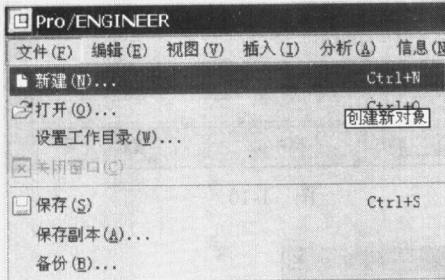
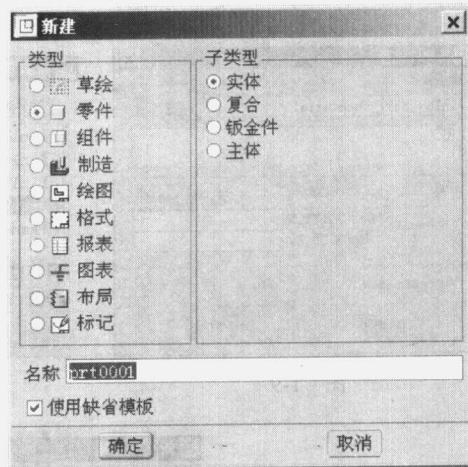

图 1-5
图 1-6
(2) 新建文件，其途径有下列 3 种方法，读者可任选一种：
- ◆ 在主窗口下单击菜单“文件 → 新建”命令（如图 1-5 所示），弹出如图 1-6 所示的“新建”对话框。
- ◆ 在主窗口下直接按 Ctrl+N 快捷键，弹出如图 1-6 所示的“新建”对话框。
- ◆ 直接单击“新建”快捷图标 ，弹出如图 1-6 所示的“新建”对话框。